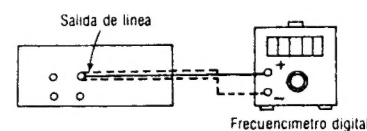

Fig. 3
- 2.Ajustar el VR en el motor (ver la Fig. 3) de manera que salida esté dentro del valor estándar.